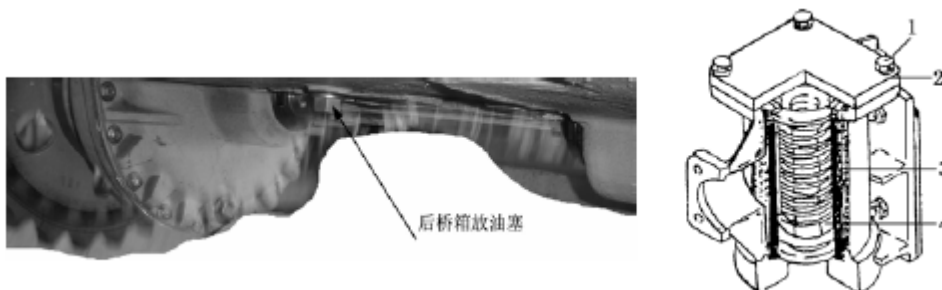

Рис. 4-14
3. Замена масла в картере рулевого управления и промывка сетки (рис. 4-14).